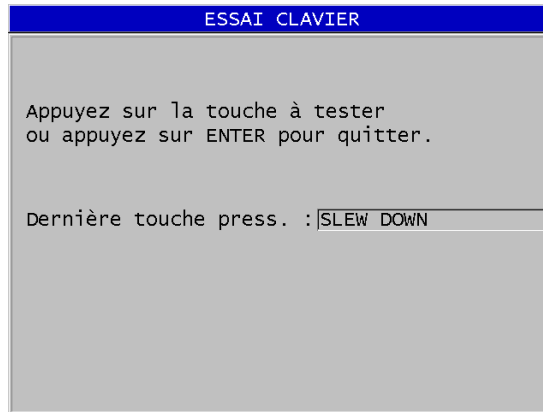

Figure 15-2 Écran ESSAI CLAVIER
4. Une fois qu'**ESSAI CLAVIER** est sélectionné, faites ce qui suit dans l'écran **ESSAI CLAVIER** (voir la Figure 15-2 à la page 296) :